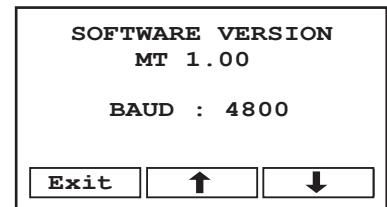

Fig.40. Menu de configuration de la vitesse en bauds
2. Appuyez sur la touche BAUD pour ouvrir le menu de configuration de la vitesse en bauds (voir fig. 40)